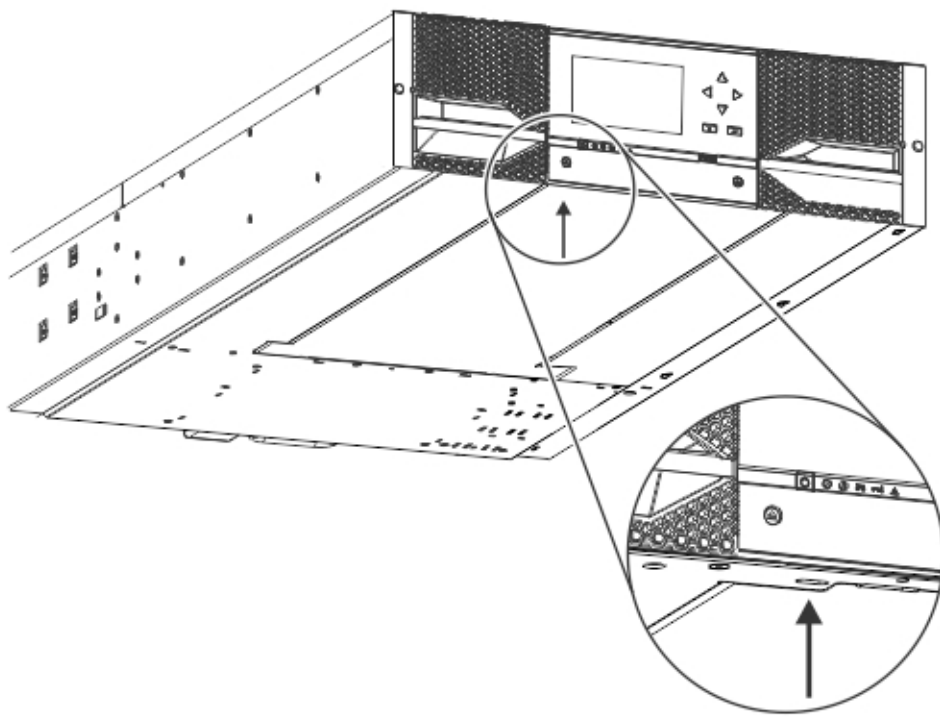

図 32. スプリング式ロックのアンロック
- c. 下部カバーを片手で支えます。小型のマイナス・ドライバーまたはトルクス・ドライバーを穴に差し込み、左方向に約 4 mm スライドさせて、スプリング式のロックをアンロックします。45 ページの図 32 を参照してください。